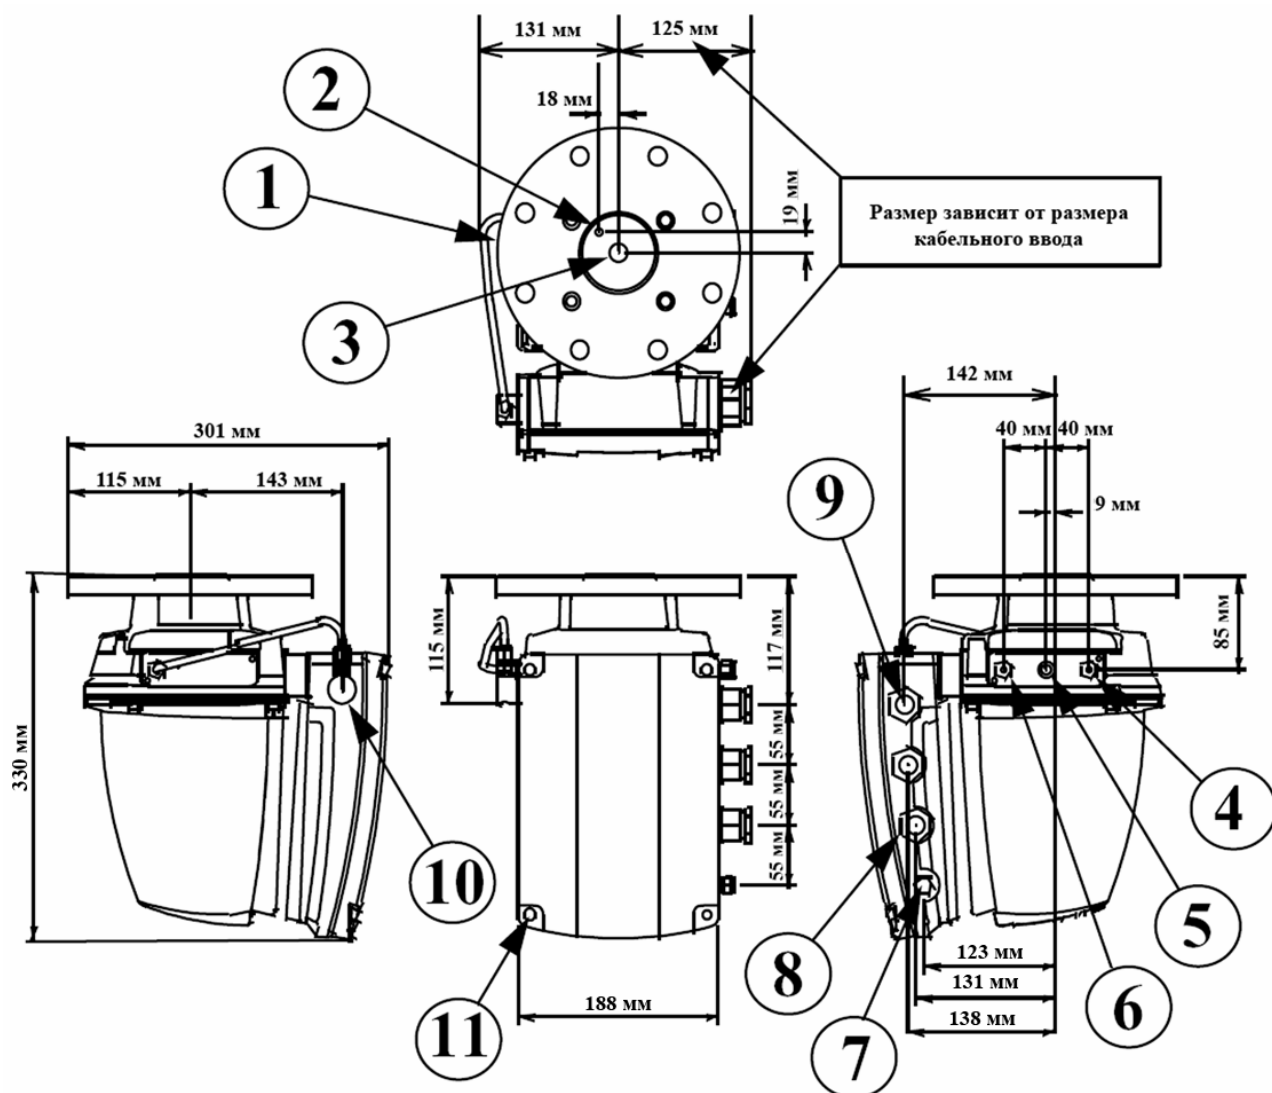

Рис. 2. Внешний вид измерительной головки и расположение основных элементов.
Внешний вид головки и расположение элементов показаны на рис. 2. Цифрами на рисунке обозначены:
Следует выбрать такую ориентацию устройства фиксации зонда (3), при которой отверстие возврата пробы в процесс (позиция 2 на рис. 2) совпадает с соответствующим отверстием в устройстве (3). Установите зонд на устройство фиксации (3) (см. раздел 2.4). Если устройство фиксации зонда устанавливается на приварной или переходный фланец, вкрутите 4 шпильки М16х80 (2) в фланец и наденьте на шпильки прокладку (4). Затем аккуратно установите устройство фиксации зонда на шпильки и закрепите его закладными гайками (6).